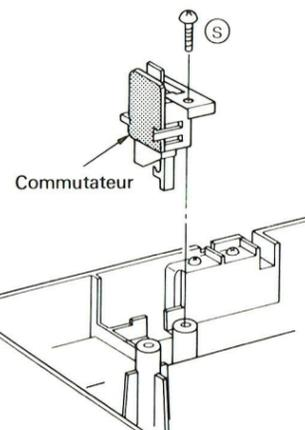

Fig. 10
1.11 Démontage du boîtier du commutateur (Fig. 10)